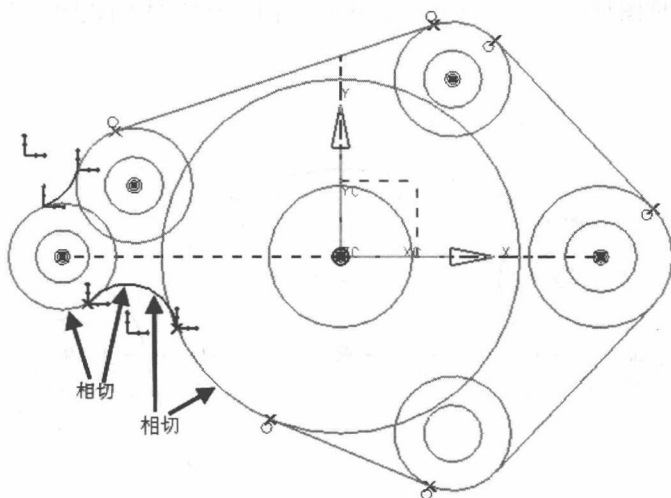

图 1-41 添加相切约束
(14) 添加几何约束。在【草图工具】工具条中选择  (约束) 按钮,如图 1-41 所示在草图中分别选择圆弧与圆,草图左上角出现【约束】浮动工具条,在其中选择 ,约束其